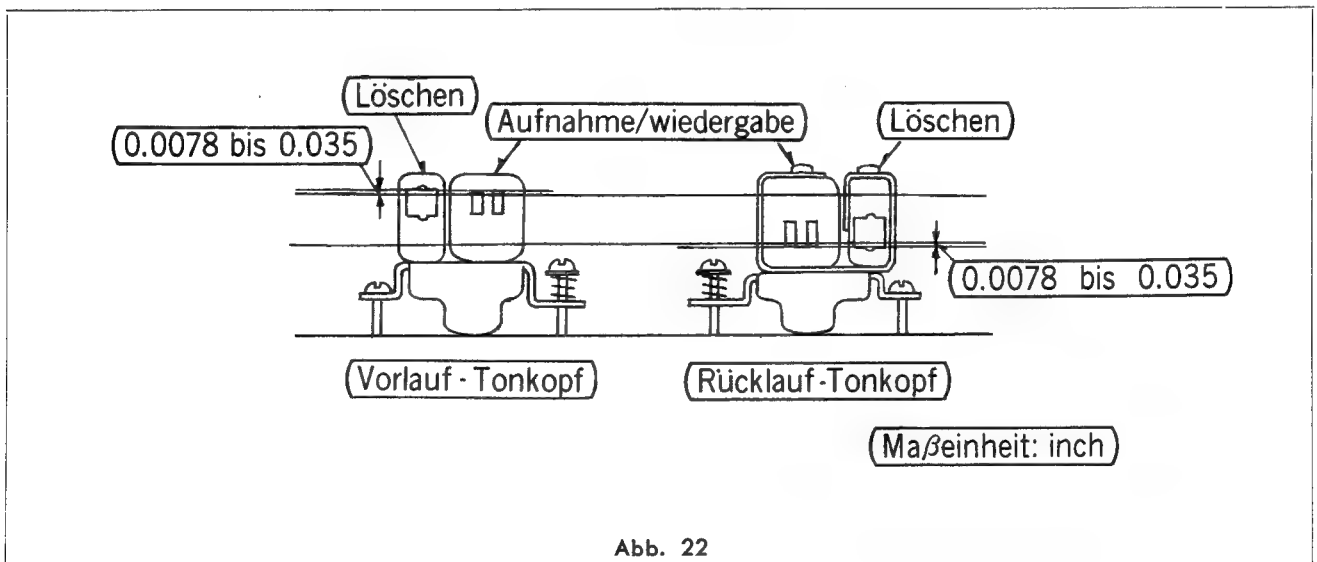

Abb. 22
5. Das Niveau der Tonköpfe (in Beziehung zum Löschkopf) justieren wie auf Abb. 22 gezeigt. Zu einer schnellen Prüfung die Andruckfilze mit den Fingern anheben und auf die Lage des Magnetbandes bezüglich des Tonkopfes achten.